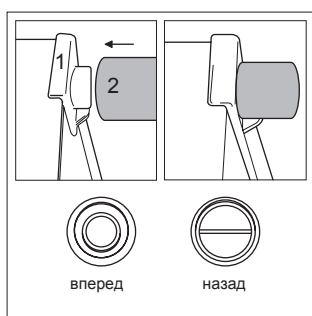

Рис. 2. Установка ограничительных упоров
- Установите ограничительные упоры в верхние углы задней стенки холодильника, как показано на рис. 2. Упоры поставляются в дверной корзине внутри холодильного отделения.